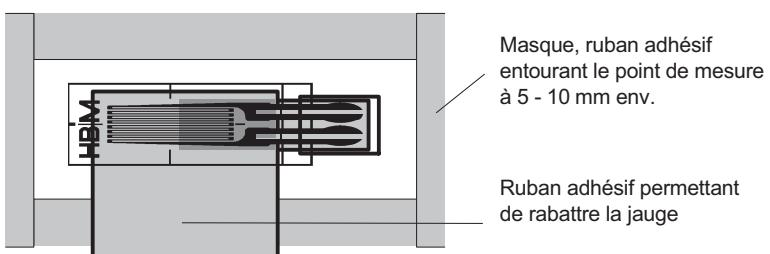

Fig. 5.4 Préparation du point d'installation de la jauge
- ▶ Placez un ruban adhésif tout autour de la surface d'installation en observant un écart de 5 à 10 mm (voir *Fig. 5.4*).